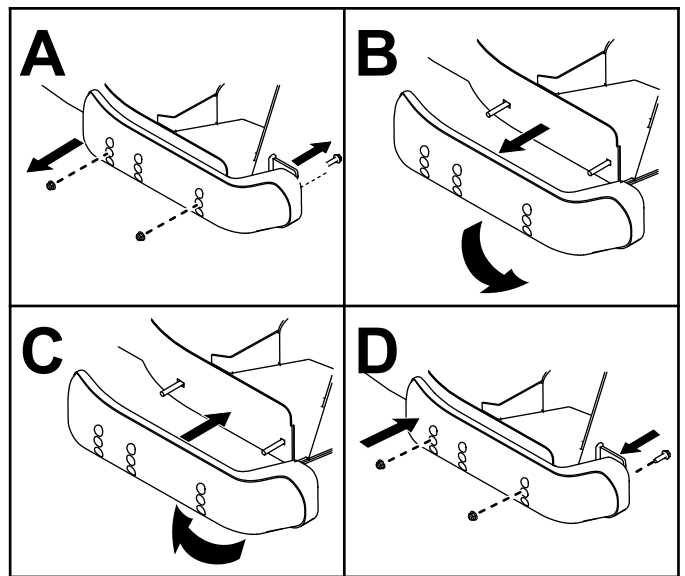

Figura 135
- Comutați saboii și montați-i folosind uruburile îndepărtate anterior (Figura 135).
- Îndepărtați saboii de pe lateralele punii mainii de tuns iarba (Figura 135).